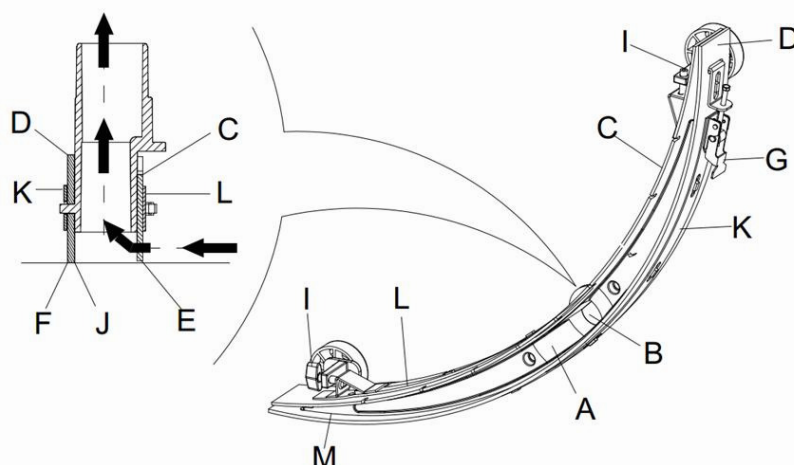

Figure 15
2. Appuyez sur l'interrupteur d'alimentation (41) sur la position "O" pour éteindre la machine.
3. Dévissez les molettes (16) de la raclette, débranchez le flexible d'aspiration de la raclette puis retirez la raclette.
4. Utilisez la poignée de levage de la raclette (14) pour soulever le cadre de support de la raclette.
5. Nettoyez la raclette (**Figure 15**). Nettoyez en particulier la rainure (**A**, **Figure 15**) ainsi que les saletés et les fragments dans le tube d'aspiration. Vérifiez si la bavette avant (C) et la bavette arrière (D) de la raclette sont intactes et s'il n'y a pas de bords usés ou déchirés. Remplacez-les si nécessaire (voir les étapes dans la partie suivante).
1. Suivez les méthodes indiquées dans la section précédente pour nettoyer la raclette (**Figure 15**)
2. Vérifiez le bord (**E**, **Figure 15**) de la bavette avant de la raclette et le bord (**F**) de la bavette arrière (**D**) de la raclette. Sur toute la longueur, ils doivent au même niveau. Dans le cas contraire, réglez leurs hauteurs grâce à la procédure suivante.